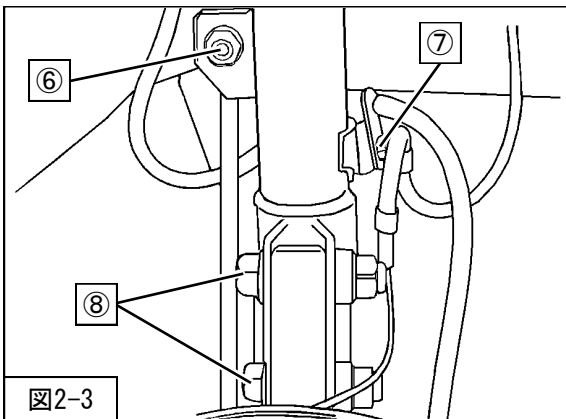

図2-3
5. ⑧ダンパーロア取付ボルト・ナット（締付トルク：220N・m）を取付けてください。（図2-3）
6. ⑥スタビライザリンク取付ナット（締付トルク：74N・m）を使用して、純正スタビライザリンクを取付けてください。（図2-3）
7. ⑦ブレーキホース・ABSセンサハーネス取付ボルト
（締付トルク：18.5N・m）を使用して、ブレーキホース・ABSセンサハーネスを取付けてください。（図2-3）